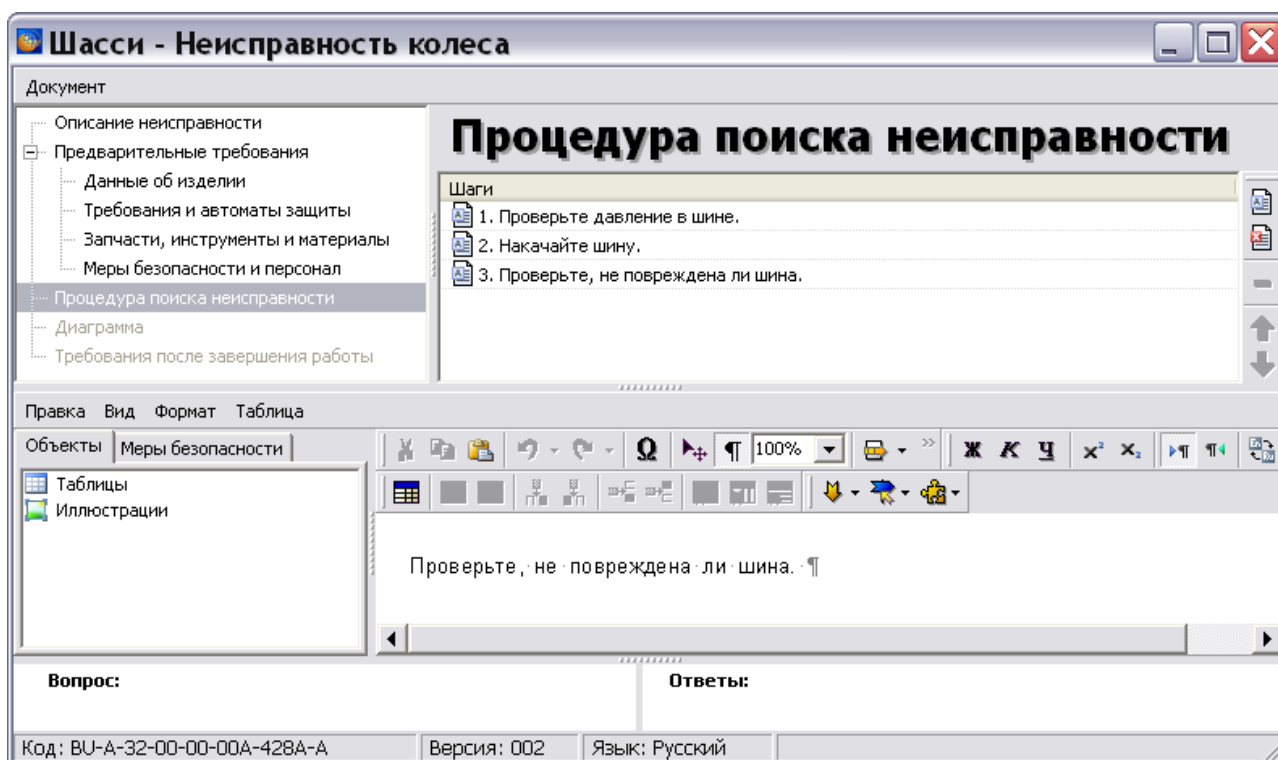

Рис. 8.23
3. Аналогичным образом создайте описание шагов, описывающих действия, которые необходимо произвести при различных величинах давления в шине (Рис. 8.23):